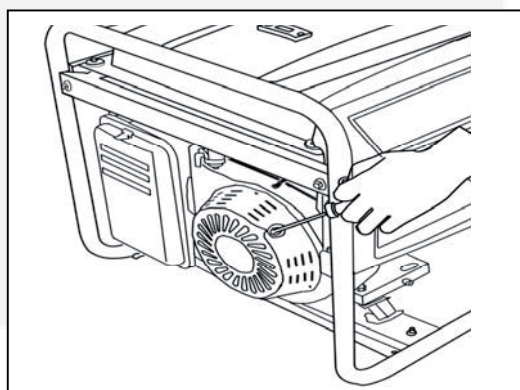

FIGURA 7. CUERDA DE ARRANQUE
4. Con una mano en el generador, tomar la cuerda de arranque (Figura 7) con la otra mano y tirar de ella hacia afuera suave y rápidamente. Repetir según se requiera. Empujar gradualmente la varilla del estrangulador hacia adentro a medida que el motor se calienta.